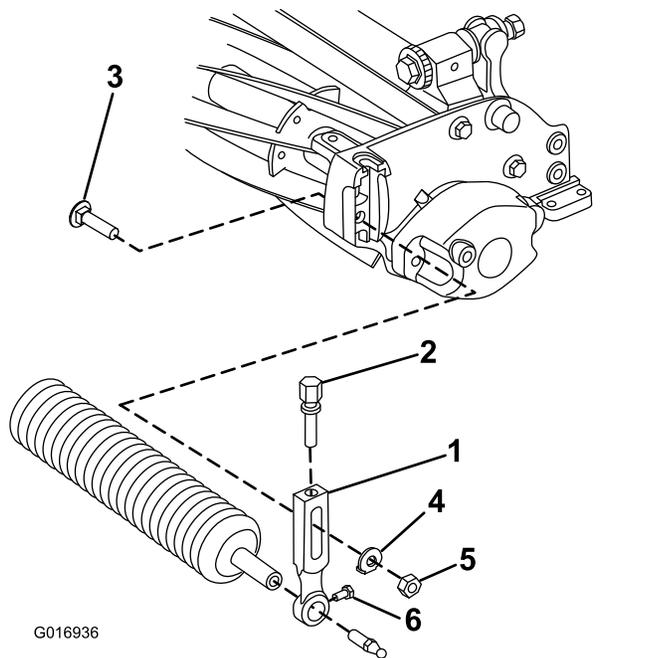

Figura 2
rolo frontal aos braços da altura de corte (Figura 2).
3. Retire os parafusos do arado, anilhas e porcas que prendem os braços da altura de corte a cada extremidade da unidade de corte (Figura 2). Retire os braços da altura de corte e conjunto do rolo.
4. Remova os parafusos de ajuste da altura de corte e da montagem do rolo dos braços da altura de corte (Figura 2).